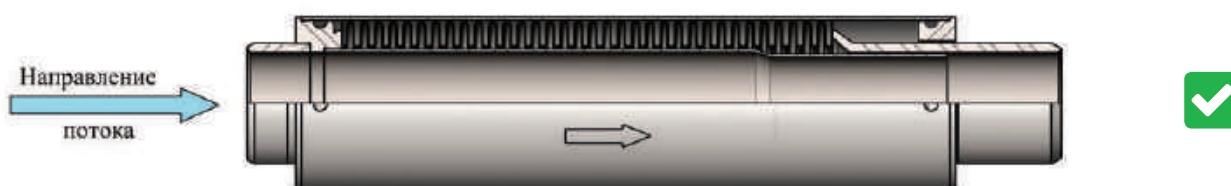
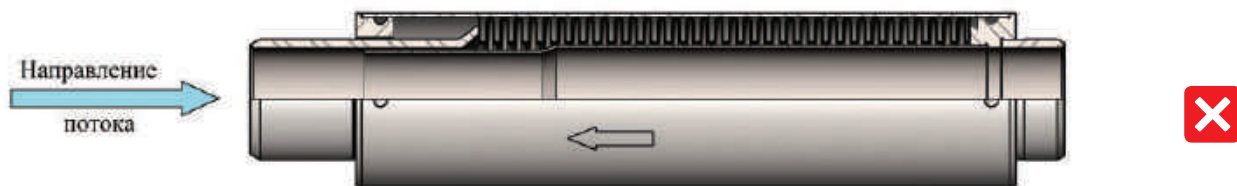

Рис.9
Рис.10
2.6. При горизонтальной установке, для компенсаторов с внутренним экраном необходимо сверить направление потока среды с направляющей стрелкой на корпусе компенсатора, в случае если отсутствует кожух, то стрелка клеится на внутренний экран (если отсутствует стрелка направления потока среды, то среда должна входить в компенсатор со стороны, где внутренний экран приварен к патрубку) (рис. 9, рис. 10).